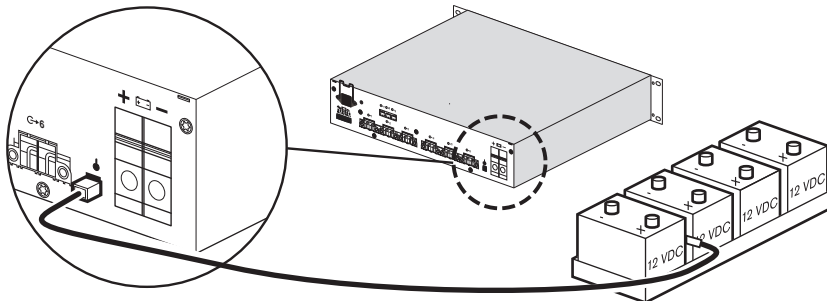

图 6.6 连接温度传感器
2. 将传感器主体连接到电池附近，实现良好的热耦合，以便获取正确的温度信息。例如，将该传感器连接到电池托盘，或将其置于电池之间。请参见图 6.6。